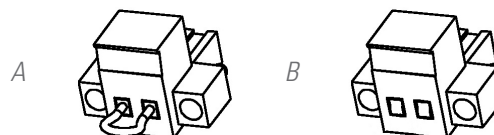

Fig. 19. Conector para o EPO externo.
- ❑ Também ao retirar o conector fêmea da base onde estiver inserido. Este conector está ligado a um cabo como derivação que fecha o circuito (ver Fig. 19-A).
- ❑ Ou ao acionar o botão externo ao equipamento e de propriedade do utilizador e instalado entre os terminais do conector (ver Fig. 19-B). A ligação ao interruptor deve ser realizada no contacto normalmente fechado -NC-, pelo que abrirá o circuito ao ser acionado.